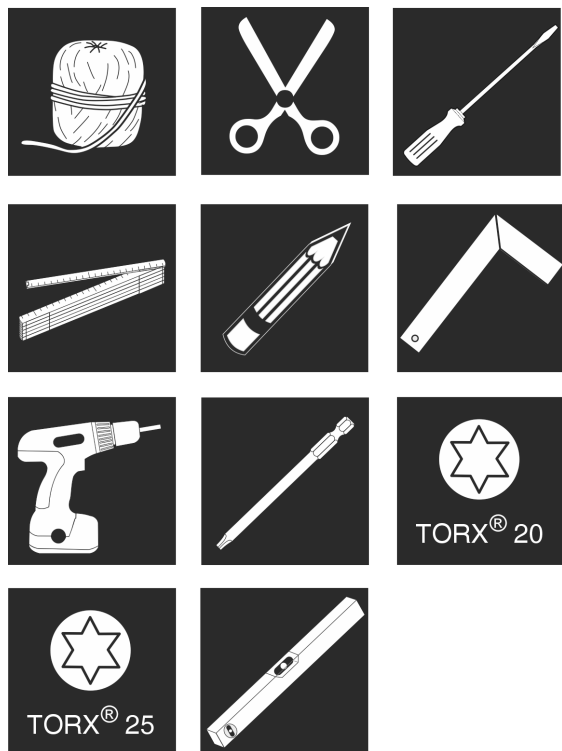

Fig. 9
1. Sagatavojiet instrumentu. *Fig. 9 ()*